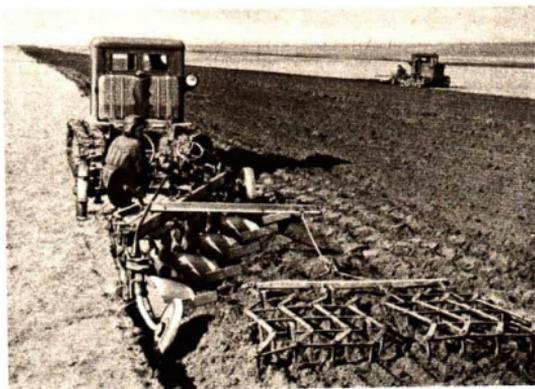

Abb. 135/1. Schleppen und Eggen mit Gerätekopplung
**a) Bodenbearbeitung.** Im Herbst wird auf den Feldern unserer landwirtschaftlichen Produktionsgenossenschaften die Winterfurche gezogen. Dabei wird der Boden tief und in großen Schollen umgebrochen, so daß große Hohlräume entstehen. Regen und Schmelzwasser können daher gut eindringen. In gelockertem Boden ist bis zu einem Drittel mehr Wasser enthalten als in ungelockertem. Im Frühjahr wird der Acker geschleppt und geeget (Abb. 135/1). Die Schollen sind durchgefroren und zerfallen zu Krümeln. Die oberste Bodenschicht wird eingebnet, damit die Feuchtigkeit nicht wieder ungenutzt verdunstet (vgl. S. 77).